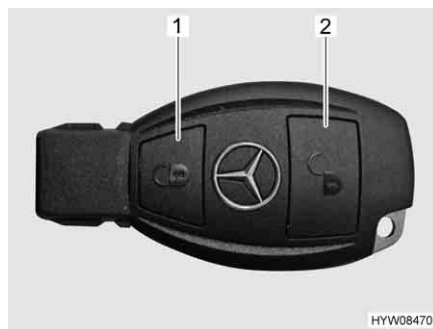

Fig. 39 Telecomando (chiusura centralizzata)
- Premere una volta brevemente il tasto  (Fig. 39,2). Le serrature sono sbloccate. Il bottone di sicurezza scatta automaticamente all'infuori.
- Premere una volta brevemente il tasto  (Fig. 39,1). Le serrature sono bloccate. Il blocco delle serrature viene segnalato tramite gli indicatori di direzione del veicolo.